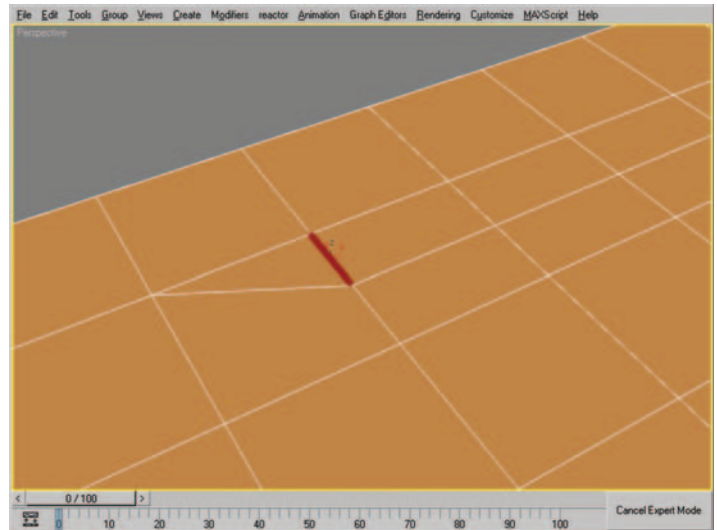

Figure 6.49 Edge selection.
7. At the Edge subobject level, select the edge shown in Figure 6.49.